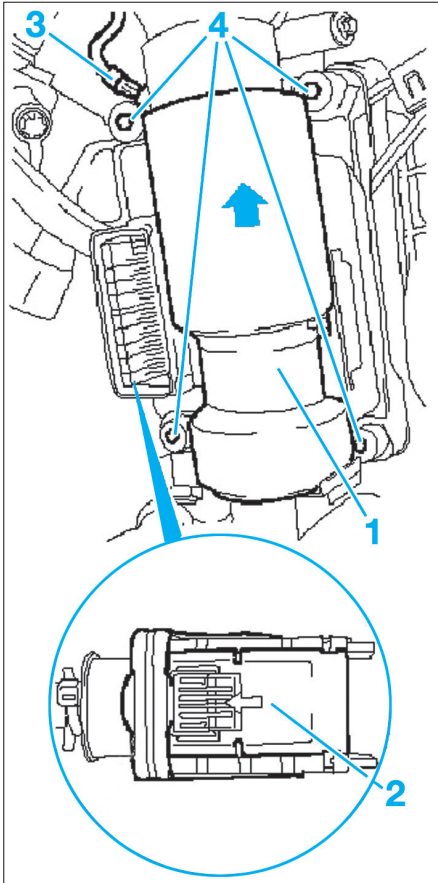

Fig. 28
- Déverrouiller, dans le sens de la flèche, le connecteur (1) puis le débrancher (Fig.28).
- Déverrouiller le connecteur (2) puis le débrancher.
- Déposer le câble de masse (3).
- Déposer le calculateur en déposant les vis (4).